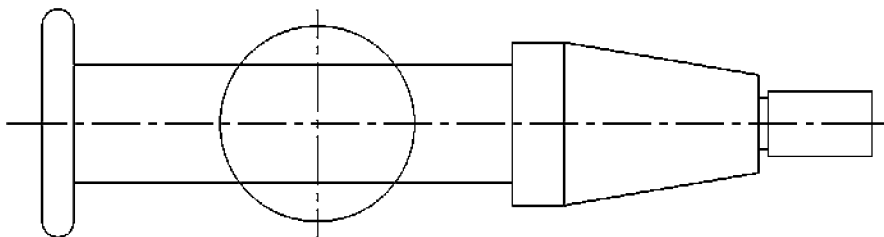

图 3-46 绘制 R5mm 的圆弧
9) 绘制 R5mm 的圆弧。单击圆弧按钮, 在弹出的立即菜单中选择【两点_半径】选项, 按空格键, 在弹出的工具点菜单中选择【切点】选项, 拾取左边端面线; 再按空格键, 在弹出的工具点菜单中选择【切点】选项, 拾取相邻端面线, 输入“5”后, 按回车键。使用同样的方法绘制下半部分的圆弧, 裁剪掉多余的曲线, 操作结果如图 3-46 所示。